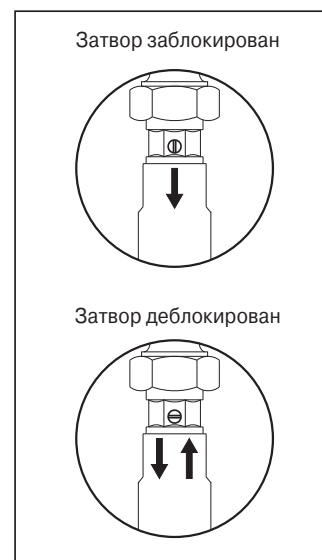

Рис. 13b
- Для полного опорожнения системы отопления используется кран 193, рис. 16. Предварительно следует деблокировать затворы двух обратных клапанов (дет. 194, рис 16 (см. также рис. 13b). Воздух отводится через вентили радиаторов.